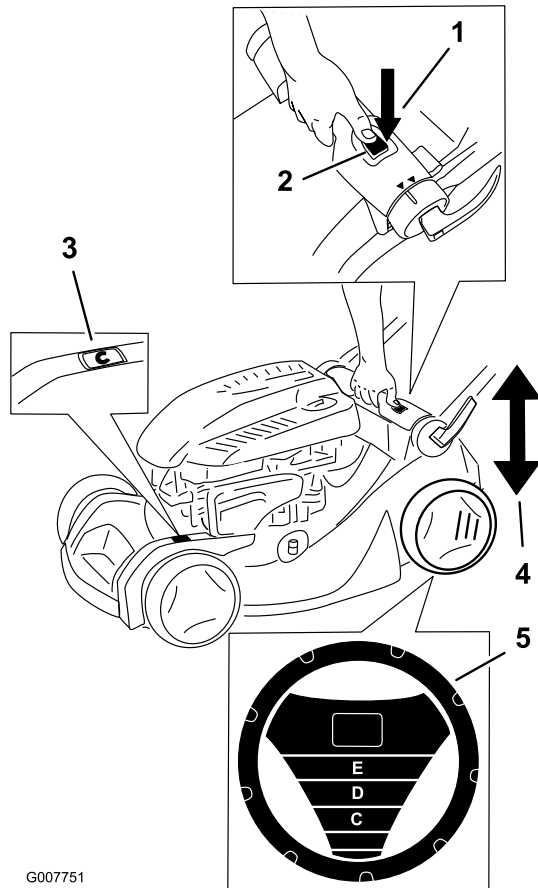

Bild 13
Hinweis: Das SmartWheel® berechnet die optimale Einstellung, um sicherzustellen, dass Sie nie mehr als ein Drittel der Grashalme abschneiden (Bild 13).
2. Schieben Sie den Rasenmäher auf die Rasenfläche, halten Sie den Rasenmäher an, wenn das Smart Wheel-Motiv senkrecht ist (Bild 13).
4. Drücken Sie die Taste für das Einstellen der Schnitthöhe und halten Sie den Einstellgriff für die Schnitthöhe fest, um die Schnitthöhe nach oben oder unten zu verstellen (Bild 13).
5. Heben Sie den Griff an oder drücken ihn nach unten. Stellen Sie die gewünschte Schnitthöhe mit der Schnitthöhenskala ein (Bild 13).